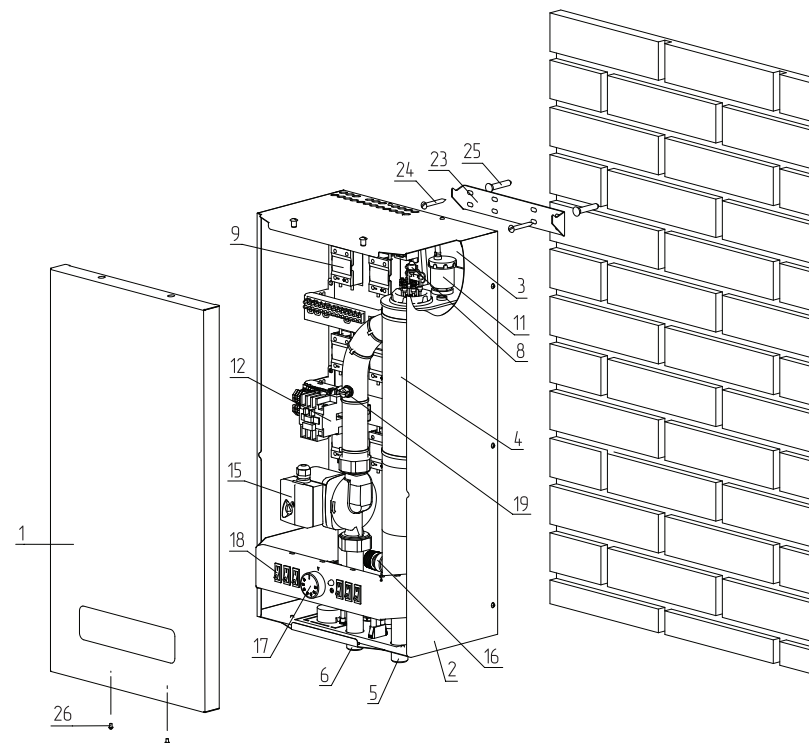
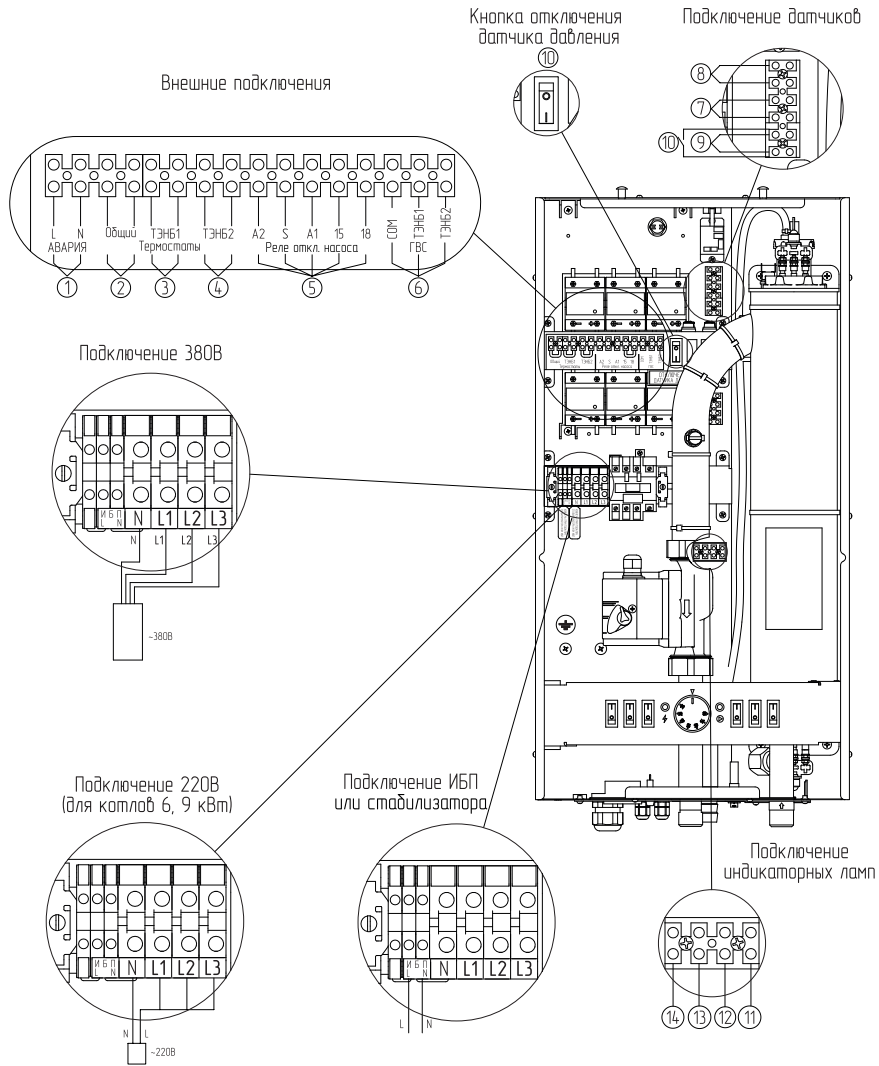

Рис.2 Устройство электрического котла ZOTA JAZZ
Рис.5 Схема подключения электрического котла ZOTA JAZZ к однофазной / трехфазной сети
Не запустился контактор (Рис.2, поз.12), горит лампа «Авария» (Рис.4, поз.35)	Проверьте наличие давления в котле с помощью встроенного термоманометр (Рис.4, поз.34). Давление должно быть больше 1 Бар. В случае, если Ваша система отопления не предусматривает давления в системе выше 1 Бар, отключите датчик давления с помощью кнопки отключения датчика давления (Рис.3, поз.7)
Отключение насоса происходит после срабатывания комнатного термостата, контакта подключения «Общий» (Рис.5, поз.1), отключения нагрева котла с помощью поворота ручки термостата котла (Рис.2, поз.17) или при достижении уставки теплоносителя котла, установленной на ручке термостата.
В случае если Ваша система отопления не предусматривает работу с давлением выше 1 Бар, отключите датчик давления с помощью кнопки (Рис.5, поз.9).
- Для установки температуры теплоносителя на котле имеется ручка термостата (Рис.2, поз.17);